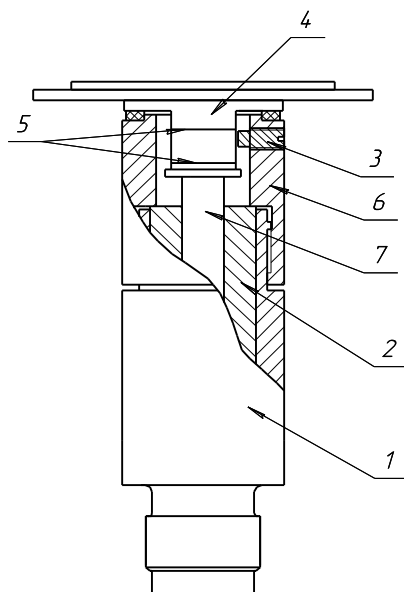

Рисунок 5. Устройство ИПС для МП-6...МП-16.
6.3 Разберите ИПС, для чего: выкрутите стопорный винт и выньте поршень с грузоприёмным устройством, а затем цилиндр. В исполнении гайки 6 (Рис. 5, 6) без стопорного винта 3 необходимо ее открутить и осторожно снять вместе с поршнем и грузоприёмным устройством. Далее выньте цилиндр, а гайку снимите с поршня.
6.13 Смажьте поршень ИПС маслом, аккуратно подведите нижний конец поршня к отверстию в цилиндре и осторожно вставьте. В случае исполнения гайки без стопорного винта необходимо сначала поршень вставить в смещенное отверстие гайки 6, рис. 5,6.